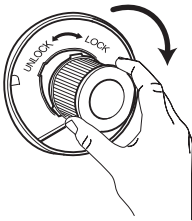

Abb. 25
12. Arretieren Sie das neue/gereinigte Lamellen-Zentralfilter-Element durch Drehen im Uhrzeigersinn wieder am Staubbehälter-Deckel (Abb. 25). Achten Sie auf korrekten Sitz, anderenfalls lässt sich das Filtersieb nicht arretieren.